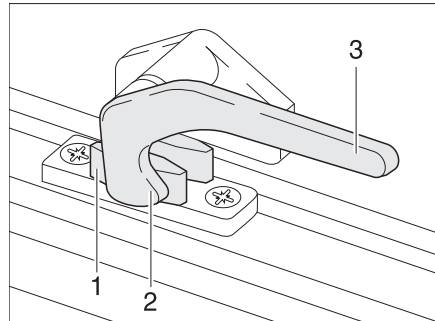
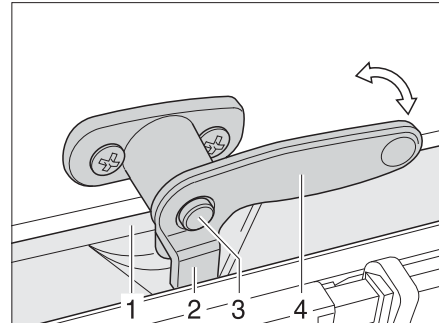

Fig. 64 Levier de verrouillage en position "fermée"
Fig. 65 Levier de verrouillage avec bouton de sécurité en position "fermée"
- Si présent, enfoncer le bouton de sécurité (Fig. 65,3) et le maintenir enfoncé.
- Tourner le levier de verrouillage (Fig. 64,3 ou Fig. 65,4) d'un quart de tour vers le centre de la fenêtre.
- Tourner le levier de verrouillage (Fig. 64,3 ou Fig. 65,4) d'un quart de tour vers le cadre de la fenêtre. Le tenon de verrouillage (Fig. 64,2 ou Fig. 65,2) se trouve sur le côté intérieur du verrouillage de fenêtre (Fig. 64,1 ou Fig. 65,1).
- En position "Fermée" (Fig. 64)